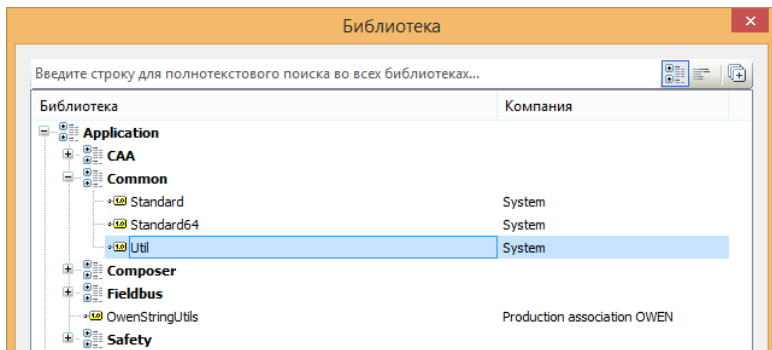

Рис. 42. Добавление библиотеки Util
5. Нажать кнопку «Добавить библиотеку» и добавить библиотеку «Util» (рис. 42).